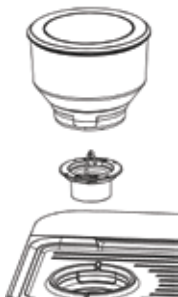
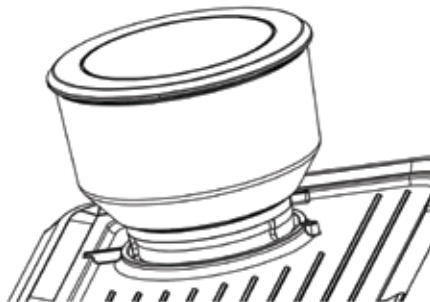

Fig. 1:
Fig. 2:
1. Innan du aktiverar malningsfunktionen, säkerställ att alla nödvändiga delar är korrekt installerade, enligt Fig. 1 och Fig. 2.
Installera skärhuvudet och dra åt det medurs. Installera sedan bönlådan och lås den som visat i Fig. 2.